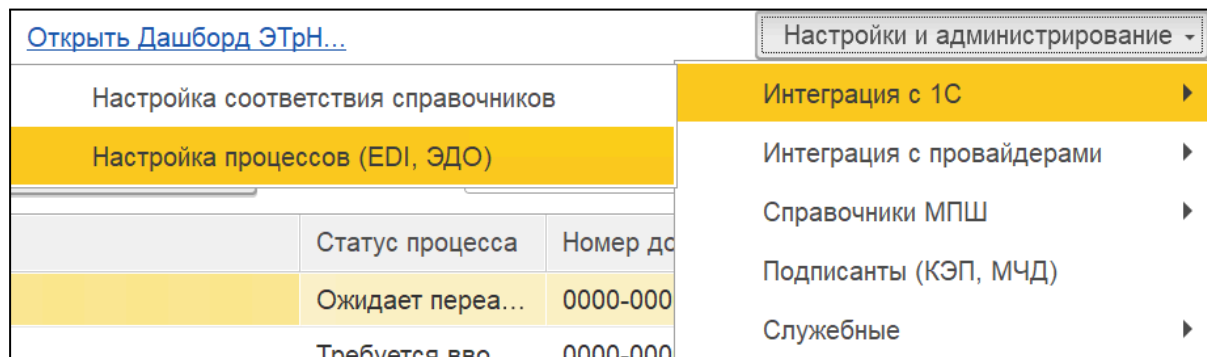

Рис. 59. Пункт меню «Настройка процессов (EDI, ЭДО)»
1. В меню «Настройки и администрирование» выберите «Интеграция с 1С» → «Настройка процессов (EDI, ЭДО)» (рис. 59).